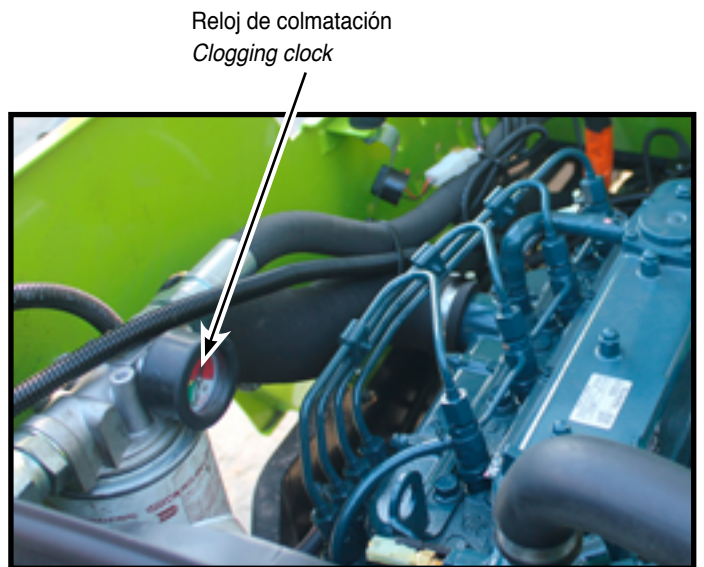

Fig.11
- 5) Revisar reloj de colmatación del filtro hidráulico 10 μ m (Fig. 11) en modelo TW 16 y si fuera preciso reemplazarlo. Hacer la revisión con el aceite hidráulico en caliente.
- 5) Check the 10 μ m hydraulic filter clogging clock (Fig. 11) in model TW 16 and if it should be replaced. Make the revision with the hydraulic oil hot.
- 5) TW16: Sustituir el cartucho filtrante del aceite hidráulico (fig. 11). Soltar el cartucho, limpiar la cara del asiento de soporte del cartucho y lubricarlo con aceite limpio. Montar el nuevo cartucho apretándolo fuertemente con la mano.
- 5) TW16: Change hydraulic oil cartridge (fig. 11). Release the cartridge, clean the filter and oil it with clean new oil. Install the new cartridge tightening firmly with the hand.
PUNTOS DE ENGRASE (Fig. 11)